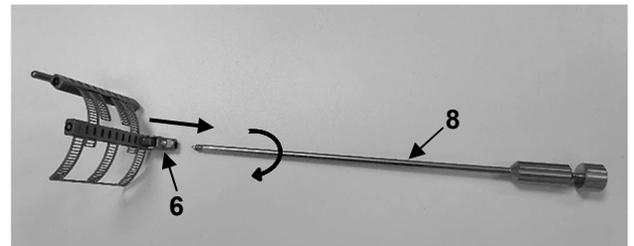

Fig. 9
Per rimuovere la guida a gancio MRN-3 (8), è necessario svitarla completamente dalla filettatura del giunto (6) in senso antiorario (Fig. 9).